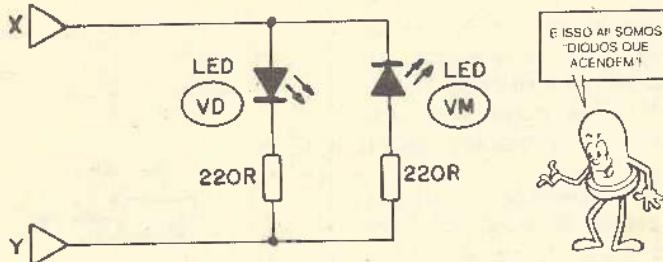
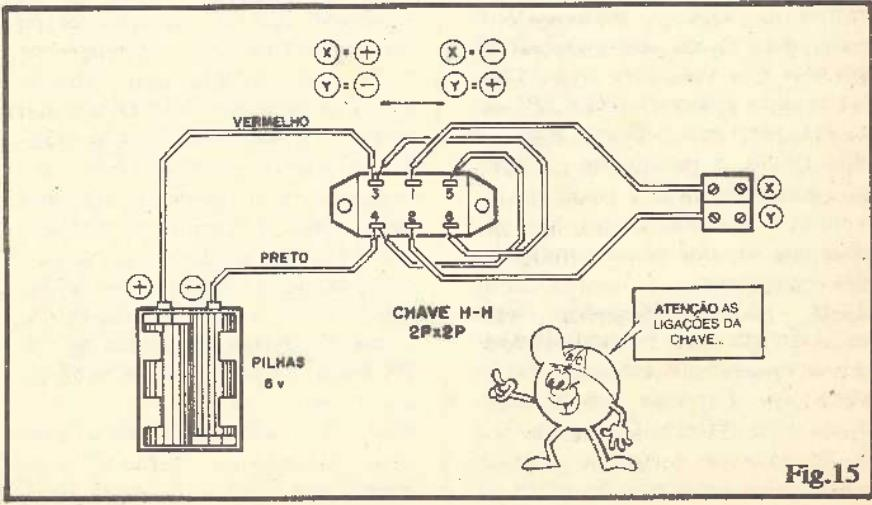
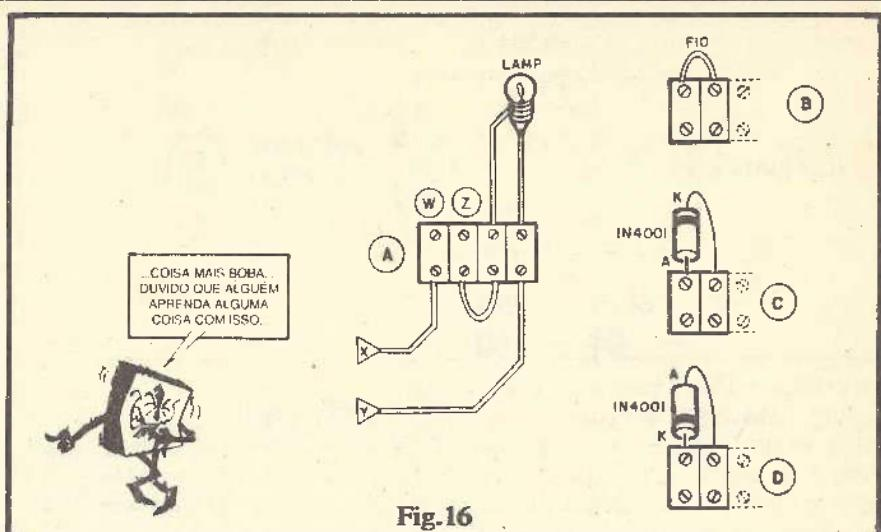
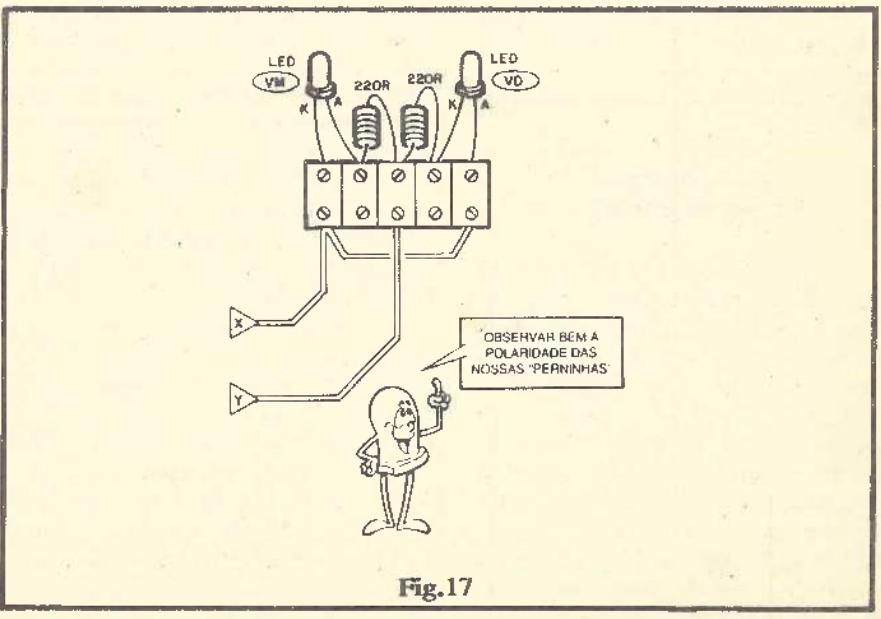

Fig.13
Fig.15
Fig.16
Fig.17
- FIG. 13 - Módulo com LEDs, cada um protegido pelo respectivo resistor limitador de corrente, porém com os ditos LEDs em "oposição" um ao outro (em termos de polarização ou "direção"). Não esquecer que LEDs são, basicamente, DIODOS, com a capacidade de emitir luz, quando percorridos pela conveniente corrente, no SENTIDO DIRETO...
- FIG. 15 - "Chapeado" da montagem do módulo "gerador" (esquema em 12-A). A chave de 2
- FIG. 16 - Mostra o chapeado (sempre em barra de terminais, “sem solda”, tipo “Sindal”...) do Módulo/Lâmpada (16-A) e várias possibilidades de conexões experimentais (16-B, 16-C e 16-D).
Notar que a base do arranjo é formada por 4 segmentos de barra “Sindal”, ficando “livres” (ver 16-A) os pontos de conexão “W” e “Z”, justamente para que neles sejam promovidas as conexões experimentais ilustradas de 16-B a 16-D... As conexões à pequena lâmpada podem ser feitas com solda direta (uma ao “biquinho” e outra à lateral da base metálica da dita cuja, conforme mostra claramente a figura). Os pontos “X” e “Y” devem, obviamente, ser ligados aos respectivos terminais de saída do módulo/gerador (chapeado da fig. 15).
FIG. 17 - Chapeado da experiência com LEDs opostamente polarizados (esquema da fig. 13). Lembrando que os LEDs são, na verdade, DIODOS com a especial “habilidade” de emitirem luz, quando polarizados no sentido direto, ligar cuidadosamente os componentes aos 5 segmentos da barra de conetores, interligando o módulo ao módulo/gerador, via pontos “X” e “Y”. ATENÇÃO às posições relativas dos terminais dos LEDs (a fig. 14 está lá, para eliminar dúvidas quanto à identificação dos terminais dos componentes...).
- Interligados os módulos (fig. 15, com fig. 16), UM dos LEDs deve acender... Modifique a posição do botão da chave de módulo/gerador e verifique que o LED que estava aceso, se apaga, ACENDENDO-SE O OUTRO LED! Faça um “vai-vem” lento no botão da chave e note que os dois LEDs alternarão suas condições de “aceso” ou “apagado”... ISSO OCORRE PORQUE LEDs SÃO DIODOS (especiais) QUE APENAS “ACENDEM” QUANDO PERCORRIDOS POR CORRENTE e esta, obviamente, SÓ PODE “PASSAR” QUANDO OS DITOS LEDs ESTÃO POLARIZADOS NO SENTIDO DIRETO!
- Para os Leitores/Alunos que já começam a pensar em aplicações práticas (isso é bom, já que vai desenvolvendo a criatividade do Aluno, “coisa” que nenhum Curso - mesmo o do ABC - pode ensinar diretamente...), a experiência da fig. 17 (mais a fig. 15) pode transformar-se num SINALIZADOR À DISTÂNCIA! Vejamos: se o módulo/LEDs ficar em determinado local, podem ser “puxadas” as conexões “X” e “Y” ao módulo/gerador através de um par de fios finos (cabo paralelo nº 24 ou 26...), por uma longa distância (até 50 metros, ou mais...). Estabelecido um código para “o que quer dizer” o acendimento do LED vermelho ou do LED verde, o Leitor/Aluno poderá, através do simples aciona-